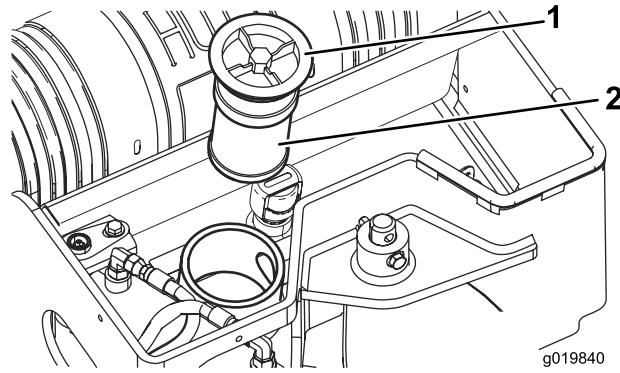

Figura 60
5. Retire e elimine o filtro velho (Figura 60).
6. Instale o filtro hidráulico de substituição e a tampa do tubo de enchimento (Figura 60) e aperte o parafuso na parte superior com 21 a 25 N m.
- Retire a cobertura do depósito do hidráulico e o filtro (Figura 60).
- Instale o filtro hidráulico e a tampa do tubo de enchimento (Figura 60) e aperte o parafuso na parte superior com 21 a 25 N·m.